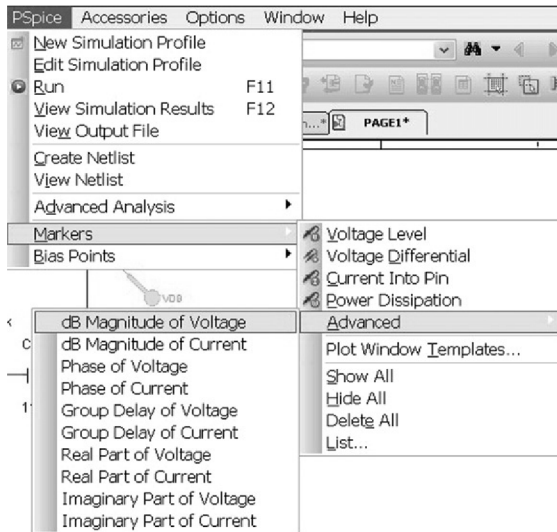

图 4.8 添加 dB 分贝电压探针
3.  $V_{dB}$  电压探针能够自动计算输出电压的分贝值。如图 4.8 所示，通过选择菜单 **PSpice > Markers > Advanced > dB Magnitude of Voltage** 放置分贝电压探针。